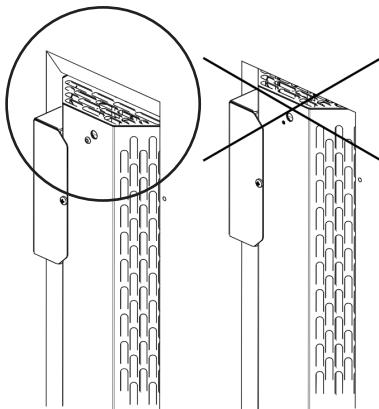
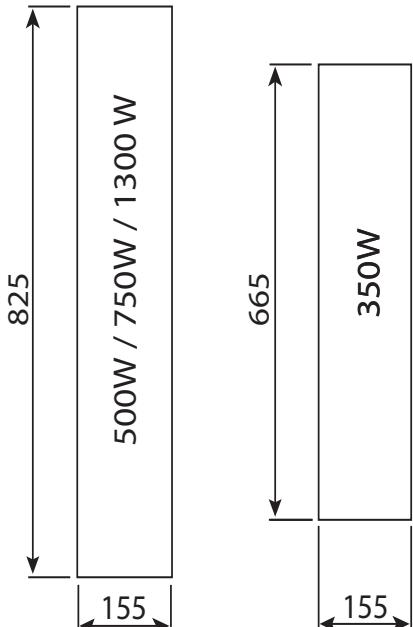

Fig. 1: Lasciare libere le fessure di ventilazione
Fig. 4: Aperture di montaggio irradiatore a infrarossi
- Le fessure di ventilazione in alto e in basso NON devono essere coperte (vedi **Fig. 1**)
Osservare **Fig. 1** e **Fig. 4.**